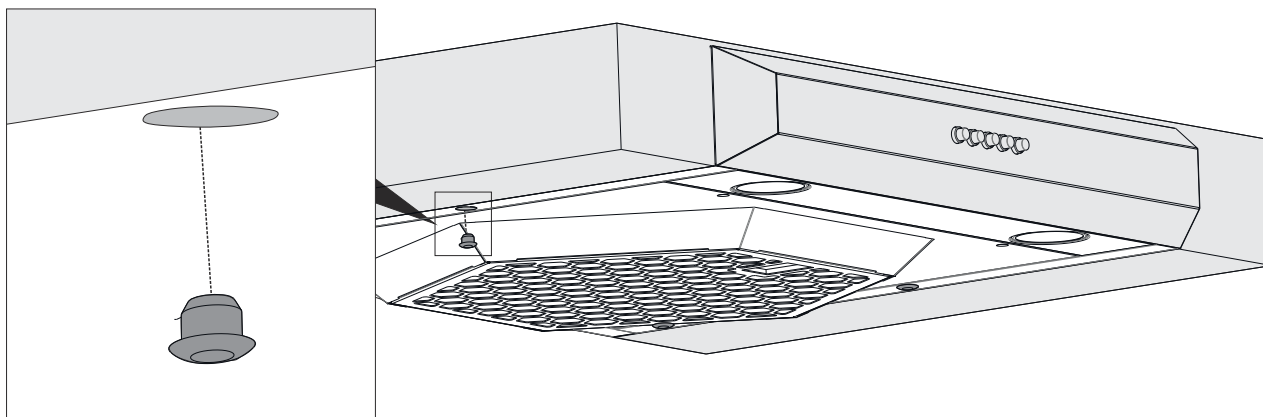

Fig. 14
4. ➤ När monteringen är klar, sätt in de medföljande pluggarna i monteringshålen på enheten (Fig. 14).